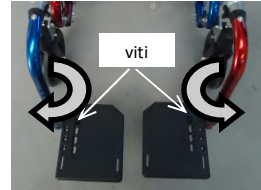

fig. 10.5: Regolazione intra-extra rotazione
- **Regolazione intra-extra rotazione (fig. 10.5):**